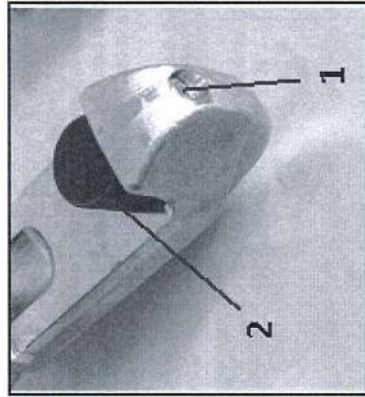

Fig. 8
- svitare la vite di fissaggio (rif. 1 in fig. 8);
- Sostituire la camma (rif. 2 in fig. 8);